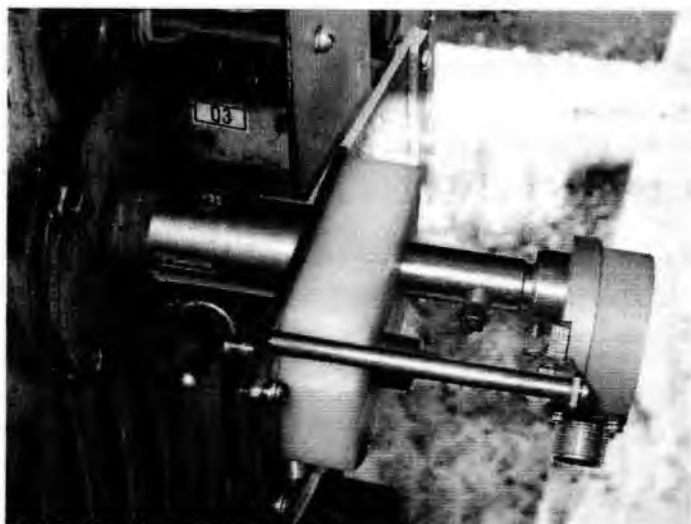

Рис.10.2. Датчик ДП21 на валу привода устройства РПН
- ж) при совпадении указанных в пункте е) диаметров установить УС-1 с закрепленным на нём датчиком на вал привода устройства РПН (рис.10.2);